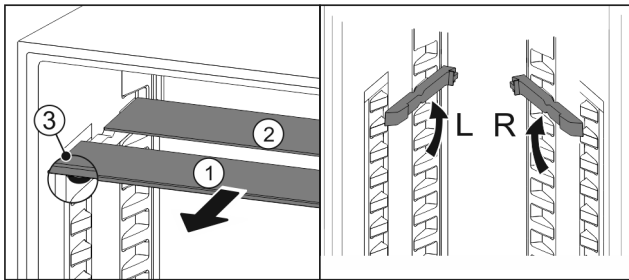

Fig. 93
- estrarre i ripiani di vetro singolarmente tirando in avanti Fig. 93 (1).
- Il piano in vetro Fig. 93 (1) con il motivo ornamentale è nella parte anteriore.
- I fermi Fig. 93 (3) sono rivolti verso il basso.